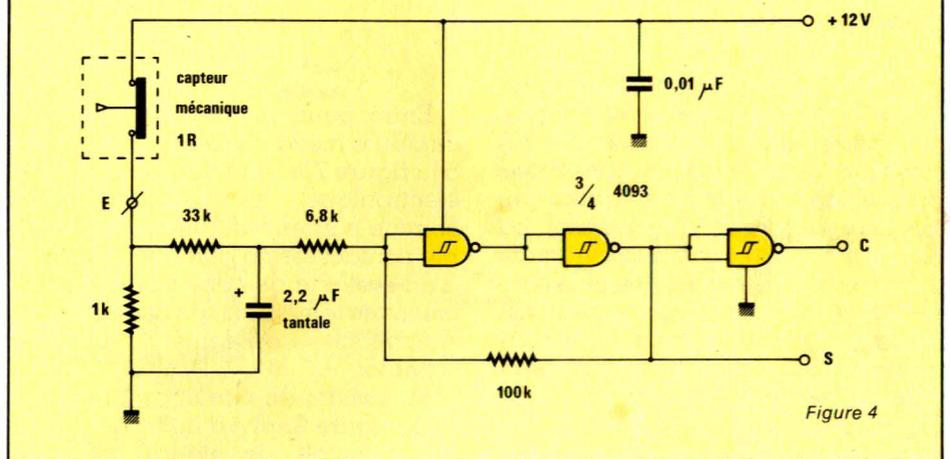

Figure 4
Un dernier montage, pratiquement de fonctionnement équivalent au précédent est donné à la **figure 4**. Nous utilisons cette fois-ci des circuits intégrés CMOS de type 4093, quadruple NAND deux entrées, trigger de schmitt.
- Les deux contacts P13 et P12 sont connectés en série. Dès lors il est clair que si tout est correct, le contact P13 est fermé puisqu'une pression suffisante d'air enclenche le 1er seuil du pressostat, et le contact P22 reste fermé puisqu'aucune suppression ne vient enclencher le 2e seuil. L'entrée P du 1er seuil étant reliée au + alimentation, en l'absence de défaut on retrouve la même tension sur la borne 22. Il suffit donc de relier cette borne à l'entrée d'un circuit anti-rebonds comme celui donné à la figure 4 et de connecter la sortie complémentaire à un amplificateur type «TOTEM POLE» commandant un buzzer de puissance.